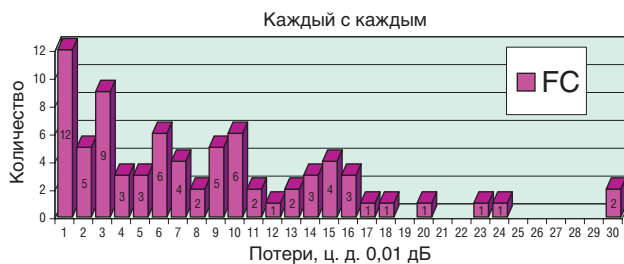

Рис. 6
**Реальная сеть – чего следует ожидать?** (рис. 6).